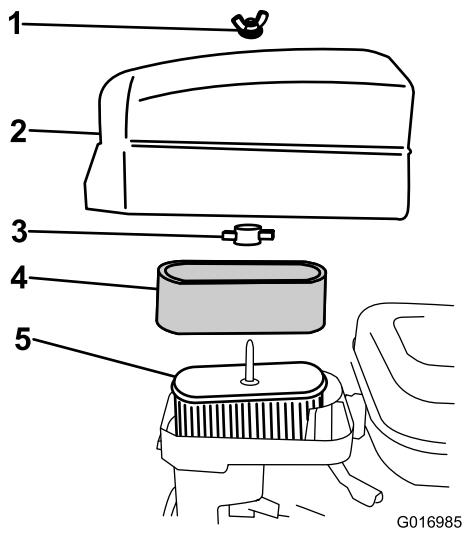

Figura 32
- Si el elemento de gomaespuma está sucio, retírelo del elemento de papel (Figura 32) y límpielo de la manera siguiente: